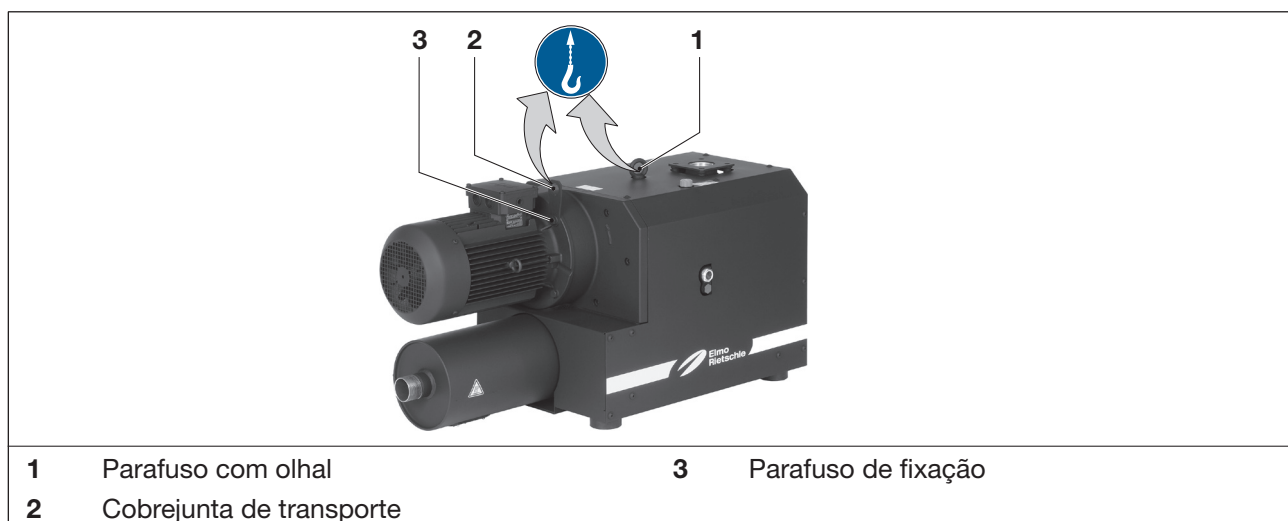

Fig. 1 Dispositivo de suspensão de carga para elevação e transporte
- b) Apertar o parafuso com olhal (Fig. 1/1) e o parafuso de fixação (Fig. 1/3) na cobrejunta de transporte (Fig. 1/2).